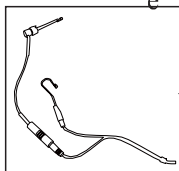

Bild 3
- 3.1.2 Stecken Sie die Feilenklemme und den Lippenhaken jeweils in die beiden Buchsen des Messdrahtes. Wenn der BA OPTIMA BAE310 Apex Locator allein verwendet wird, gibt es keinen Unterschied zwischen dem grünen und dem weißen Ende des Messdrahtes [Abbildung 3]. Wenn der Apex Locator jedoch mit dem Endo Motor verbunden ist, verbinden Sie das weiße Ende mit dem Lippenhaken, und hängen Sie das graue Ende auf.